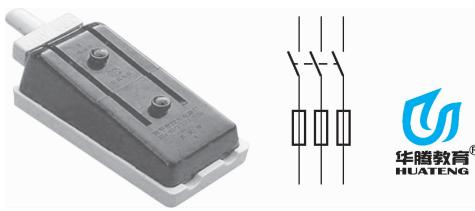

图 1-9 带熔断器式刀开关及其符号
②带熔断器式刀开关。带熔断器式刀开关用作电源开关、隔离开关和应急开关，并做电路保护用，如图 1-9 所示。